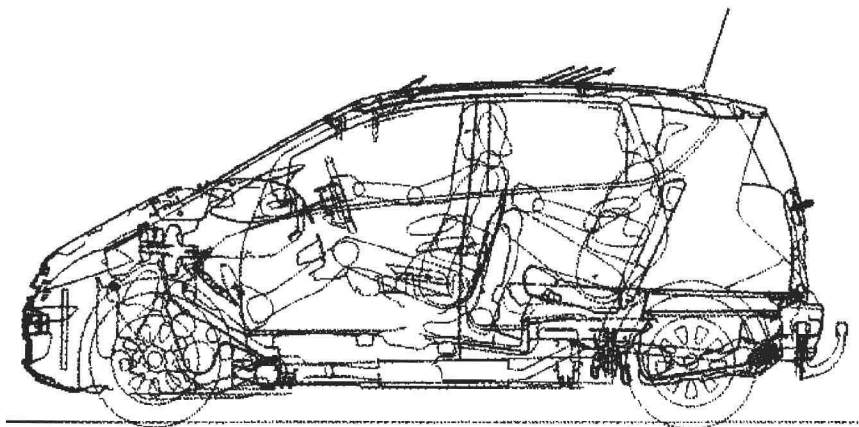

图 1-5 奔驰汽车的 A 系列中低级车
2) 中低级车。图 1-5 所示为奔驰汽车的 A 系列中低级车。